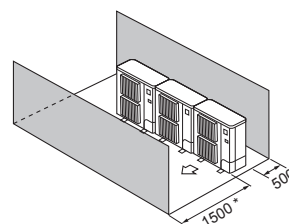

Fig. 2-11
- ④ Кедергілер тек алдыңғы және артқы жағында (Fig. 2-11)